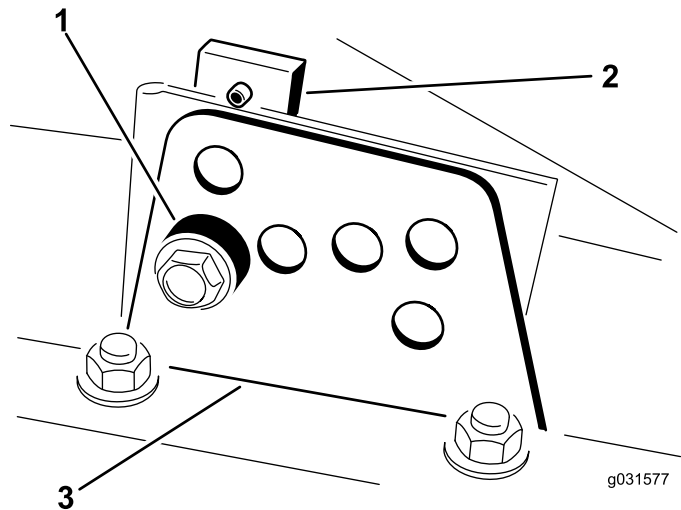

図 16
2. 図 16 のように、各刈り高ブラケットを刈り高プレート前と右と左に固定しているボルトをゆるめる。
4. チェンバを支えておきながらスペースを取り外す 図 16。